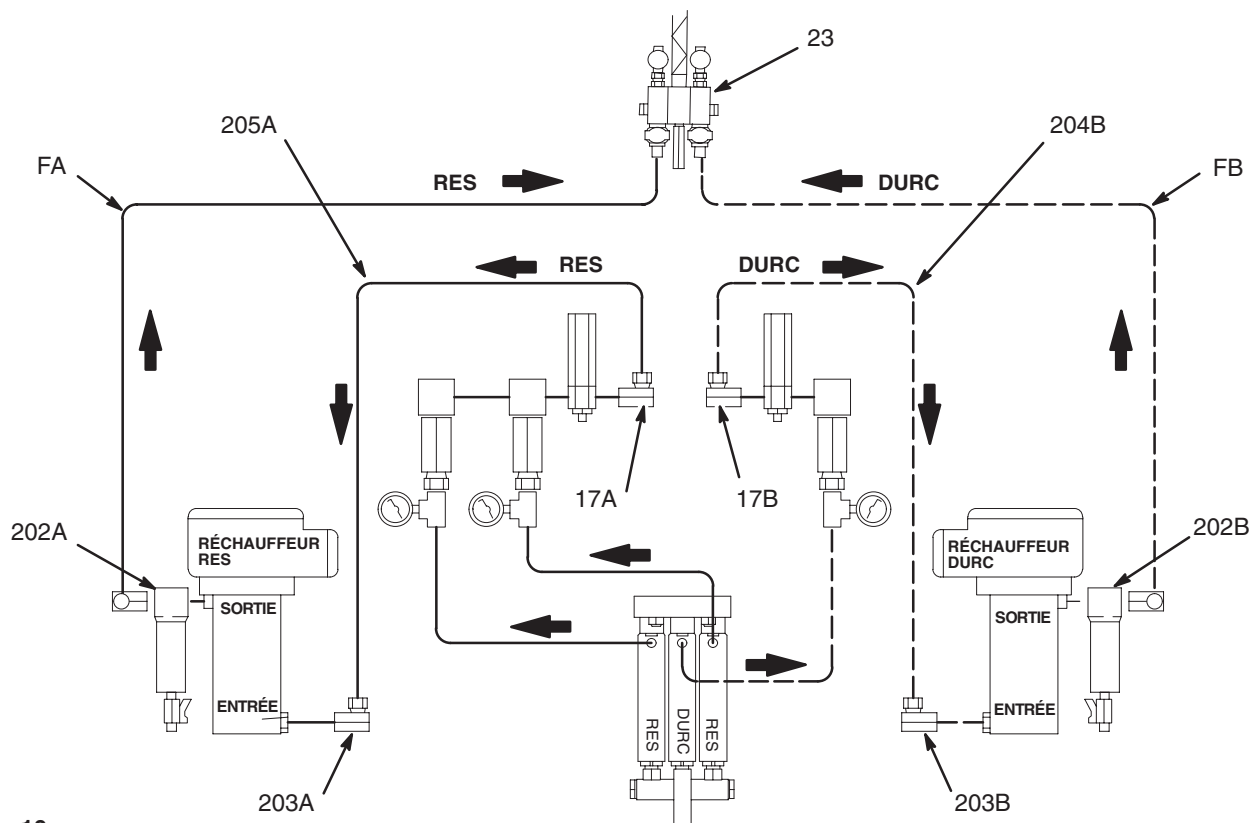

Fig. 10
**REMARQUE:** Vous devez fournir deux flexibles (FA, FB sur la Fig.10) et des raccords pour raccorder les sorties des réchauffeurs aux entrées du collecteur mélangeur.
**REMARQUE:** Pour installer les deux flexibles à résine, il faut enlever le collecteur mélangeur (23) du support et le remonter plus loin.
1. Desserrer le joint tournant des raccords (17A, 17B) pour enlever le coude (16A, 16B) de part et d'autre du collecteur mélangeur (23). Monter les raccords (17A, 17B) en veillant à ce que la sortie soit orientée vers le haut. Voir Fig. 10 et 11.
2. Brancher un nouveau flexible à durcisseur (204B) entre le raccord (17B) et le raccord tournant (203B) monté sur l'entrée du réchauffeur. Voir Fig. 10.
3. Installer un autre flexible à durcisseur (FB) entre le coude de sortie du réchauffeur (202B) et le côté durcisseur du collecteur mélangeur (23). Voir Fig. 10.